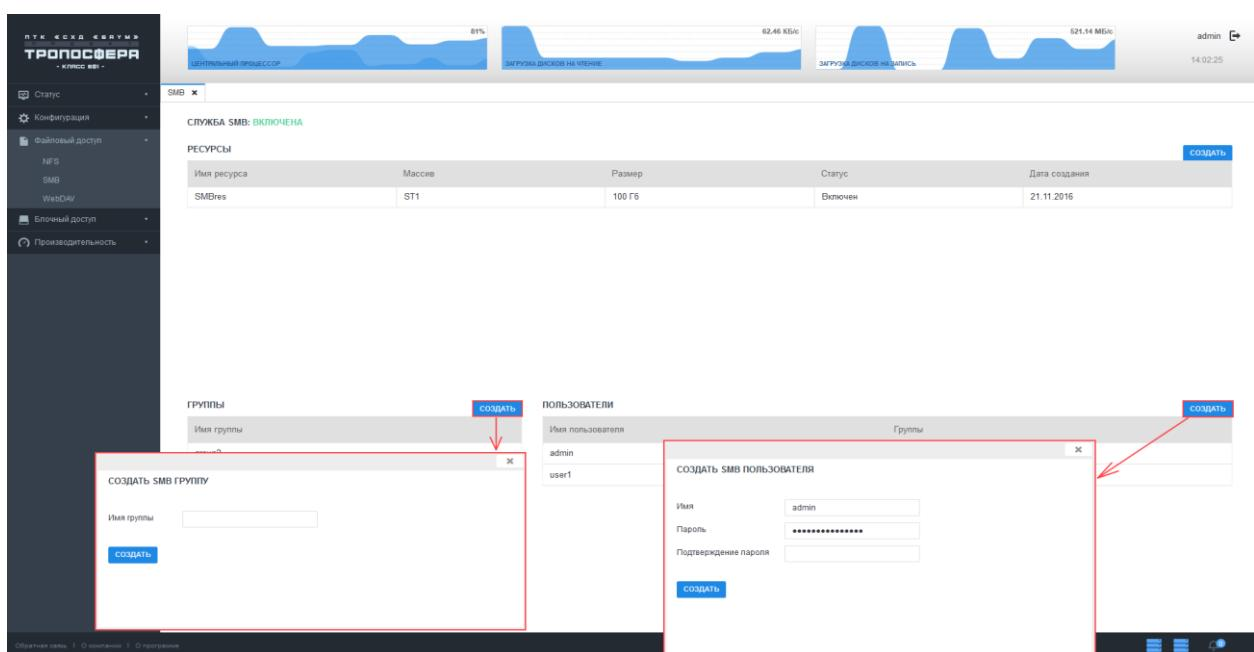

Рисунок 47 - Создание группы и/или пользователя
- 3) Указать имя и пароль для пользователя и нажать на кнопку «Создать» (см. Рисунок 47).